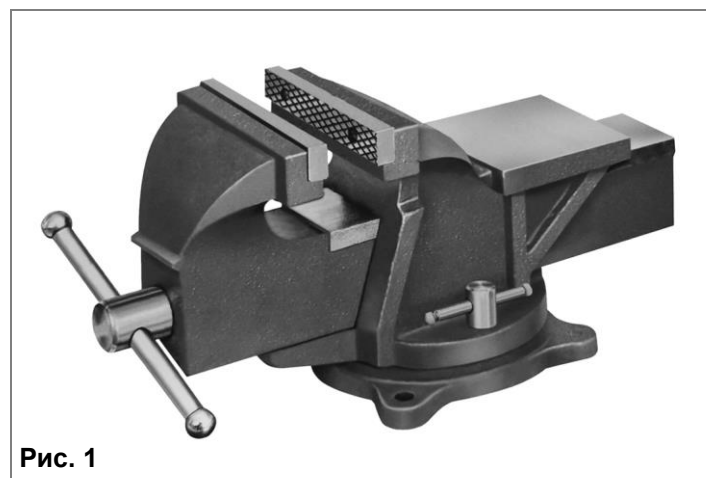

Рис. 1
3. КОМПЛЕКТНОСТЬ (Рис. 1)
В комплект поставки входит (Рис. 1):